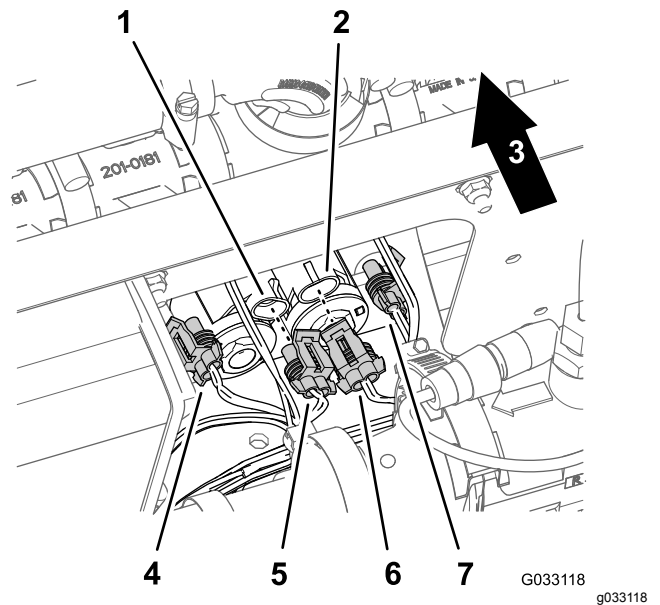

图177
3. 从提升油缸阀箱电磁头的 2 针接头中断开超声波喷洒臂完成套件图177线束的 2 插槽接头如下所示